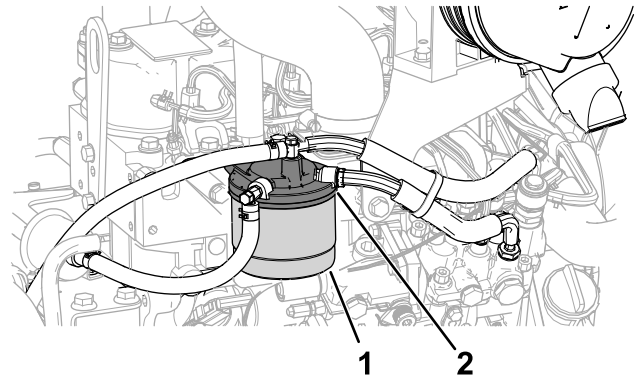

Figura 58
3. Retire el filtro y limpie la superficie de montaje de la cabeza del filtro (Figura 58).
1. Limpie la zona alrededor de la cabeza del filtro de combustible (Figura 58).
2. Retire el filtro y limpie la superficie de montaje de la cabeza del filtro (Figura 58).